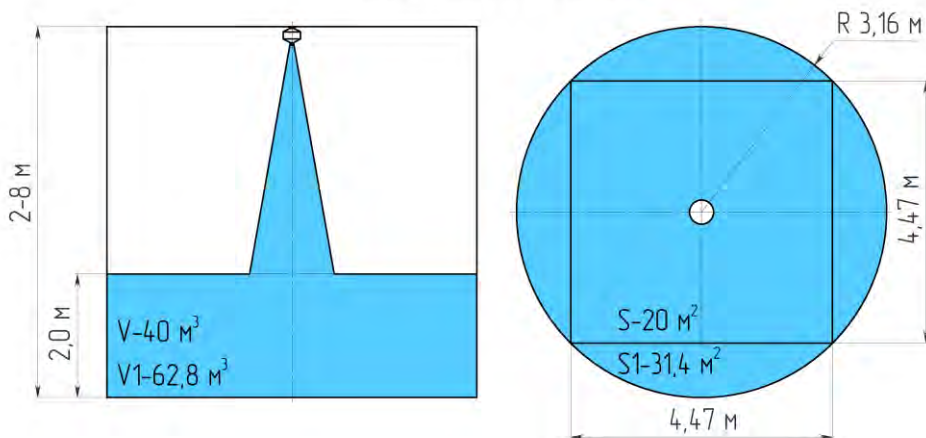

Рисунок 2 – Конфигурация зоны защиты модуля МПП для очагов класса «В»
2.3 Огнетушательная способность и конфигурации распыла порошка МПП «Гранат-6» в защищаемой зоне при тушении очагов пожара классов «В» приведена в табл. 3 и на рис.2.